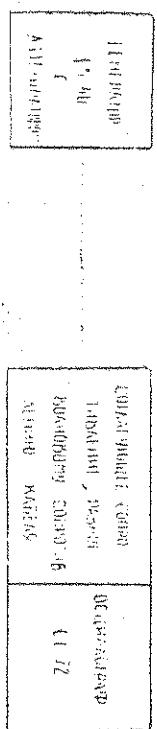

Рис. 6.
14.4.4. Проверка времени нарастания t_n переходной характеристики канала вертикального отклонения производится во всех положениях переключателя «ВОЛЬТ/ДЕЛЕНИЯ» путем подачи на открытый вход прибора импульса стоянки с общей полярностью и амплитудой с временем нарастания не более 3 мкс и длительностью не менее 1 мкс от генератора Г5-40. Схема соединения аппаратауры приведена на рис. 6.
Схема соединения аппаратуры приведена на рис. 6.